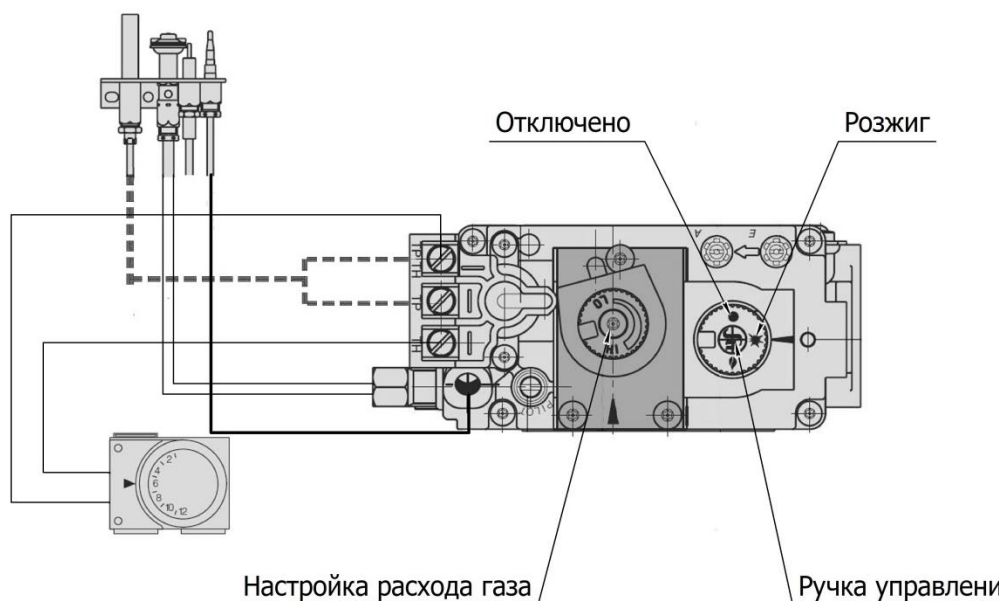

Рисунок 3 – Элементы управления на газовом блоке 820 NOVA mV
6.8.3 Установить ручку газового блока (рис. 3) в положение «Отключено».